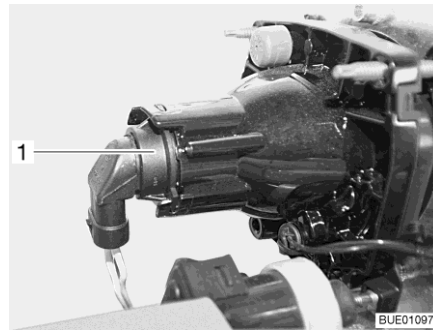

Fig. 287 Luz de cruce / luz larga / luz de estacionamiento
- Meter la mano detrás del portalámparas (Fig. 287,1).